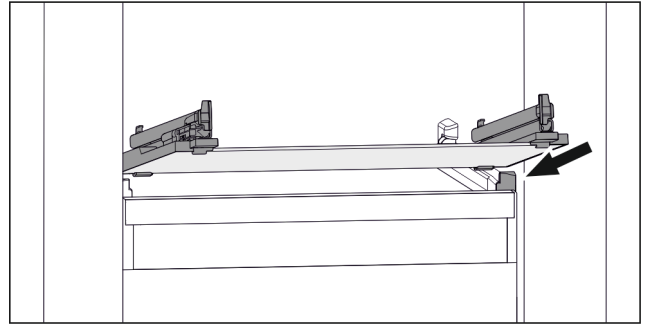

Fig. 52 Lasihyllyn esimerkinomainen kuvaus
- Aseta lasihylly vinosti rajoittimien taakse. (katso Fig. 52)